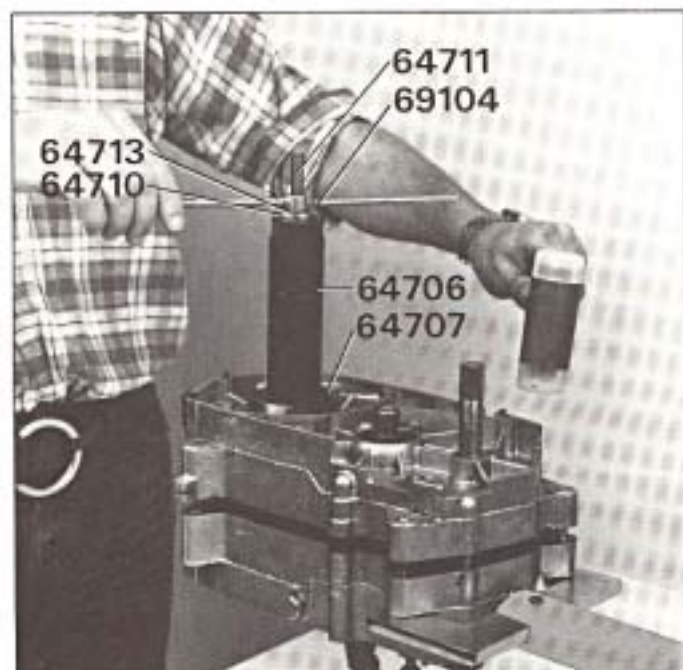

Fig. 33
- Frapper l'arrière du carter tout en serrant l'écrou à broche de façon à fermer complètement et parallèlement les 2 1/2 carters (figure 33).